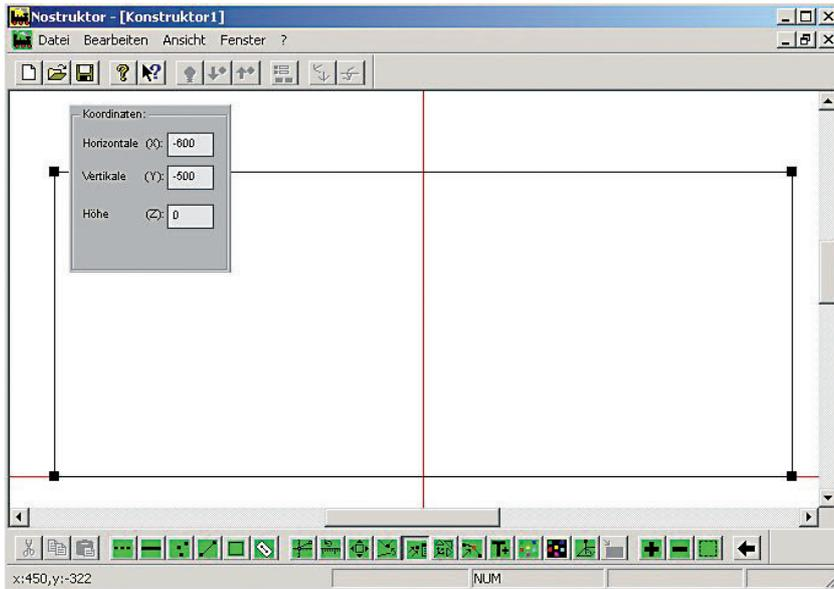

Abb. 1:
- ☞ Korrigieren Sie, wenn nötig, den x- und den y-Wert und klicken Sie darauf die anderen Vertices an, um die Werte zu präzisieren. (Abb. 1)